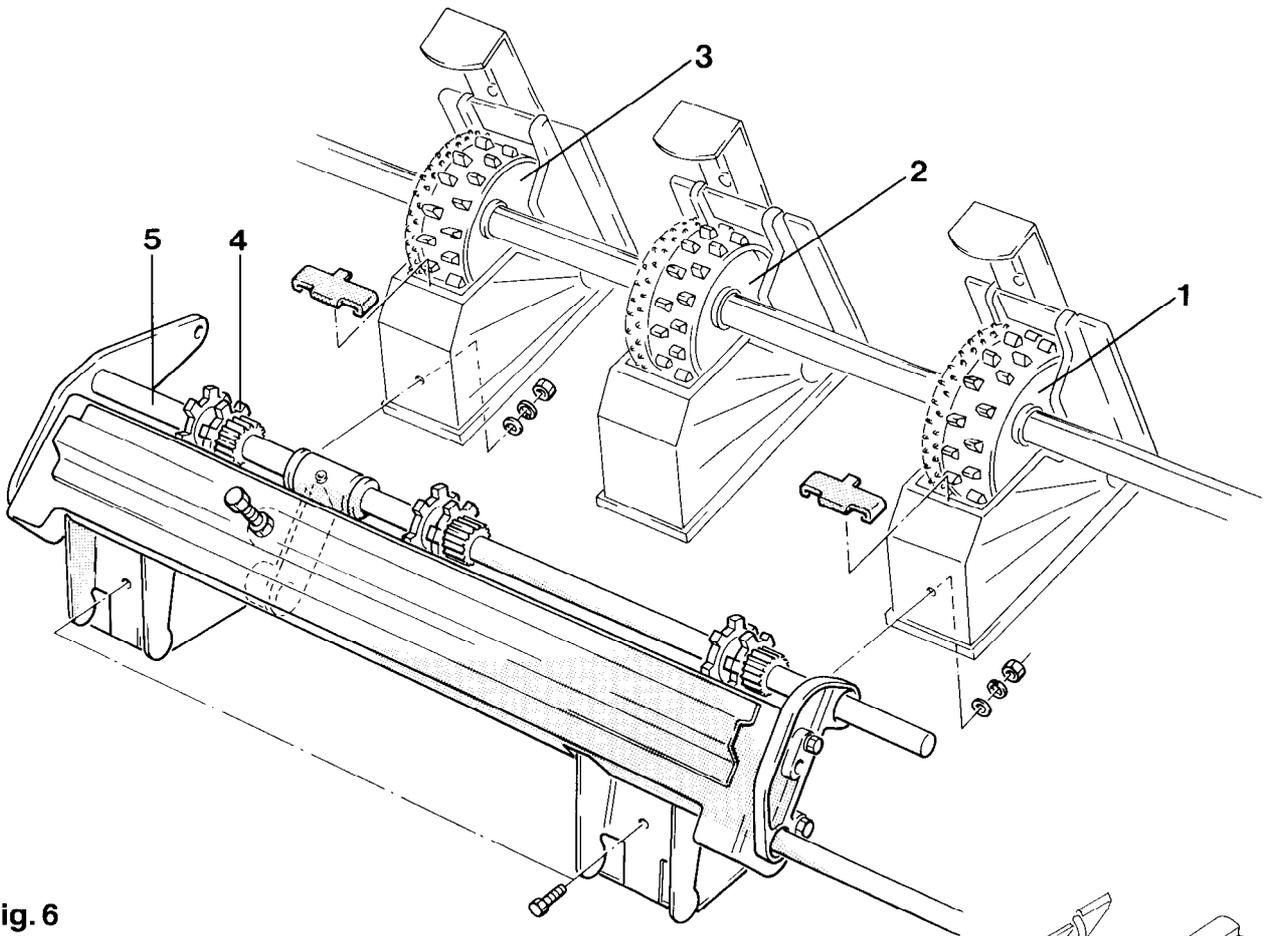
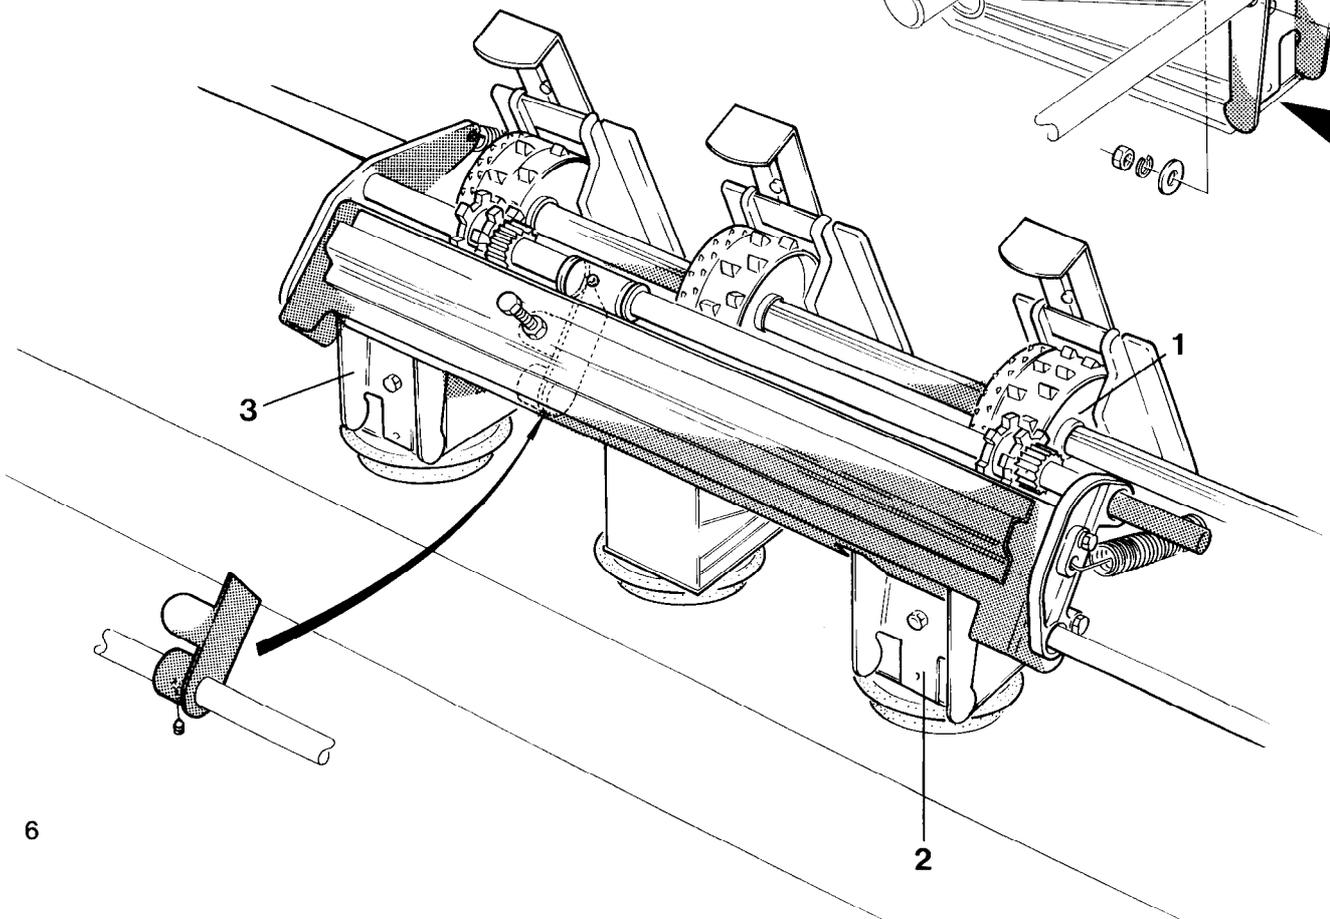

Fig. 6
Fig. 8
Für jedes Fahrgassensärad (Fig. 6/1 und 6/2) sowie für das Antriebssärad (Fig. 6/3) ist ein Antriebsritzel (Fig. 6/4) auf der Antriebswelle (Fig. 6/5) zu montieren.
Fig. 6 zeigt die Montage der Antriebsritzel, wenn zwei Säräder (Fig. 6/1 und 6/2) Fahrgassen anlegen sollen. Soll nur das Särad (Fig. 8/1) Fahrgassen anlegen, so müssen, wie in Fig. 8 gezeigt, nur zwei Antriebsritzel montiert werden. Nun kann die Schaltwelle an den Sägehäusen befestigt werden.
- 4.3 Ebenso Scharnier (Fig. 8/2) an Fahrgassen-sägehäuse 1 und Scharnier (Fig. 8/3) an Sägehäuse 3 befestigen.
Über ein Anzeigerad (Fig. 1/6) ist vom Schleppersitz aus zu erkennen, in welcher Schaltstellung sich der Fahrgassenschaltautomat befindet. Sobald die Anzeige „0“ zu sehen ist, bleiben die Antriebsritzel (Fig. 6/4) und die Säräder stehen. Durch den unterbrochenen Saatfluß entstehen jetzt Fahrgassen.
Die Montage der Schaltwelle erfolgt nach Punkt 3.0 bis 5.0. Die Schaltwelle ist nur mit einem Schaltelement (Fig. 8) auf der rechten Maschinenseite zu bestücken. Das Schaltelement (Fig. 8) ist auf der Schaltwelle so zu montieren, daß der Abstand der Fahrgassensäräder, gemessen von der rechten äußeren Maschinenseite, eine halbe Schlepperspur beträgt.